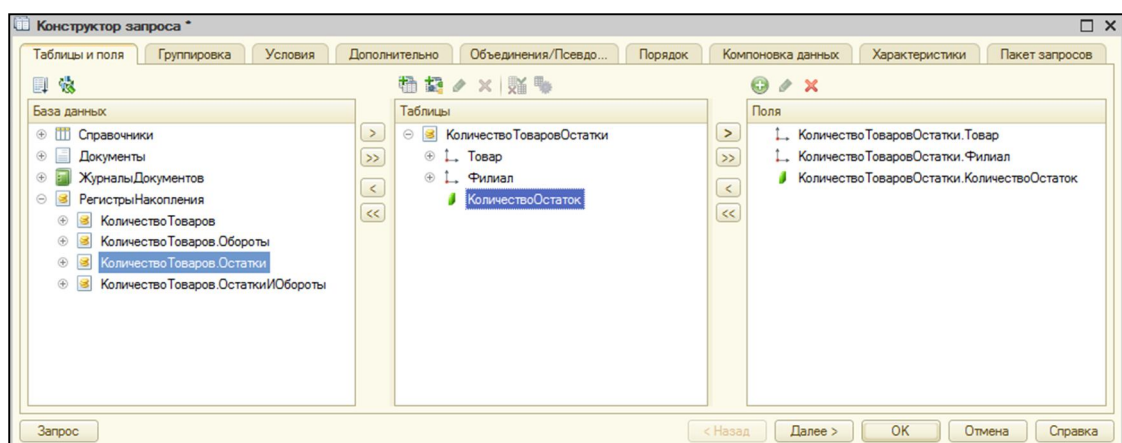

Рис. 59. Окно Конструктора запросов
- 5) щелкнуть по кнопке «Конструктор запроса...», откроется окно «Конструктор запроса» (рис. 59). В этом окне присутствуют три раздела:
- 6) по нашему примеру необходимо выбрать регистр накопления «КоличествоТоваров.Остатки», внести все три поля этого регистра в раздел «Поля» (рис. 59);